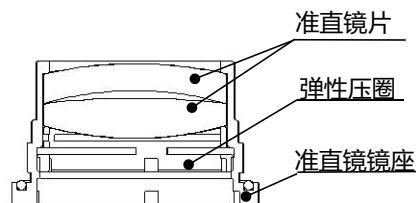

图 6.4 — 准直镜片安装示意图
- 如图 6.4 按顺序重新组装好准直镜组件，注意弹簧压圈适当用力旋紧，并重新旋进准直组件中；